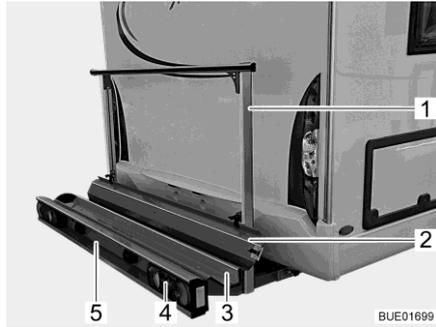
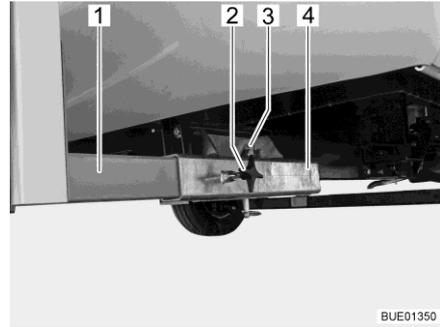

Fig. 7 Porte-charge
Fig. 8 Fixation sur le véhicule
Le porte-charge (Fig. 7) permet de transporter une moto ou un scooter d'un poids allant jusqu'à 130 kg.
- Réceptacle (Fig. 7,3) et étrier de fixation (Fig. 7,1) avec fixation sur le véhicule (Fig. 8)
- Feux arrières (Fig. 7,4)
- Éclairage plaque minéralogique (Fig. 7,5)
- Rail d'accès (Fig. 7,2)
Les deux longerons (Fig. 8,1) du porte-charge sont fixés avec des vis à garet (Fig. 8,2) sur les réceptions quatre pans (Fig. 8,4) situées sur le plancher du véhicule. Le porte-charge est bloqué par un boulon (Fig. 8,3) avec circlip.